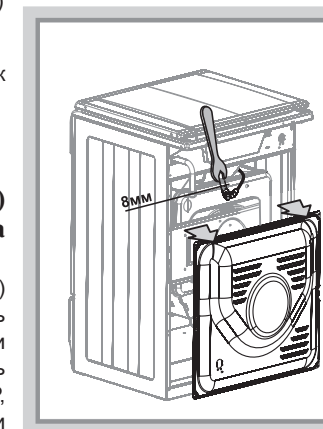

Рис.15
- при помощи ключа выкрутить и заменить сопло (рис.15)